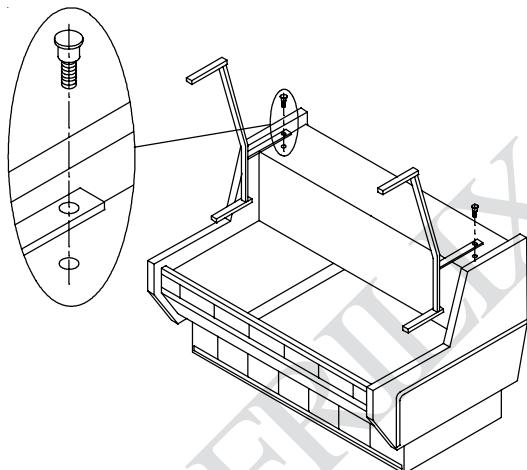

Fig.3
- ⇒ Après avoir placée la vitrine à l'endroit choisi, procédez aux opérations de montage en suivant les instructions indiquées avec les figures 3 à 8.
- ⇒ Placer les supports des vitres comme indiqué sur la figure 3 et fixer les vis respectives.
- ⇒ Fit glass shelf supports (Fig. 3) adjusting them with the respective fixing screws.